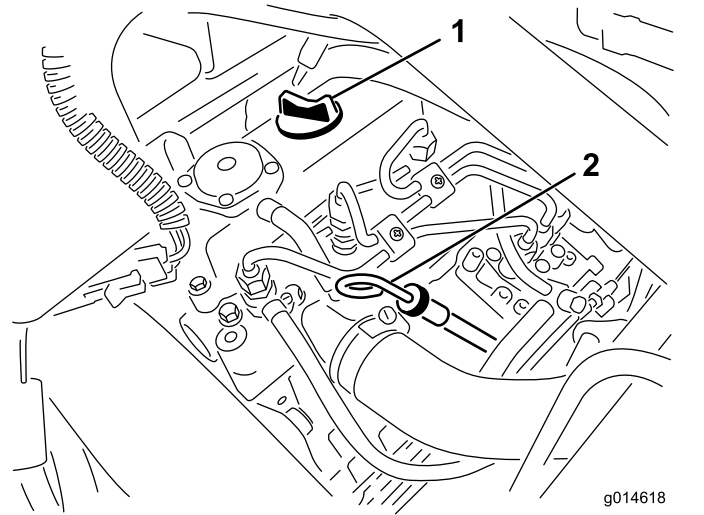

Figura 28
- Retire a vareta e limpe-a com um pano limpo (Figura 28). Volte a colocar a vareta no tubo e verifique se está completamente introduzida. Retire a vareta do tubo e verifique o nível de óleo. Se o nível de óleo estiver baixo, retire o tampão de enchimento da cobertura da válvula e **lentamente** adicione óleo suficiente para elevar o nível de óleo até à marca Cheio, existente na vareta. Adicione o óleo lentamente e verifique o nível com alguma frequência durante o procedimento. **Não encha demasiado.**